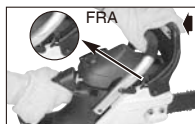

Fig. 7A
1. KÆDEBREMSSEN er FRAKOBLET (kæden kan flyttes), når BREMSEARMEN ER TRUKKET TILBAGE OG LÅST. Sørg for at kædebremselåsen står på FRA. (Fig. 7A)